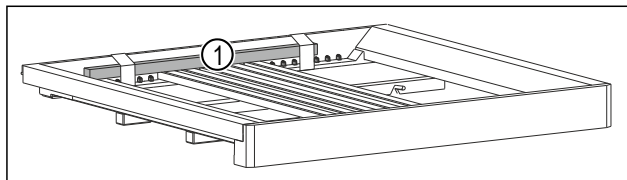

Fig. 49 *
- Holzstab Fig. 49 (1) entfernen.*